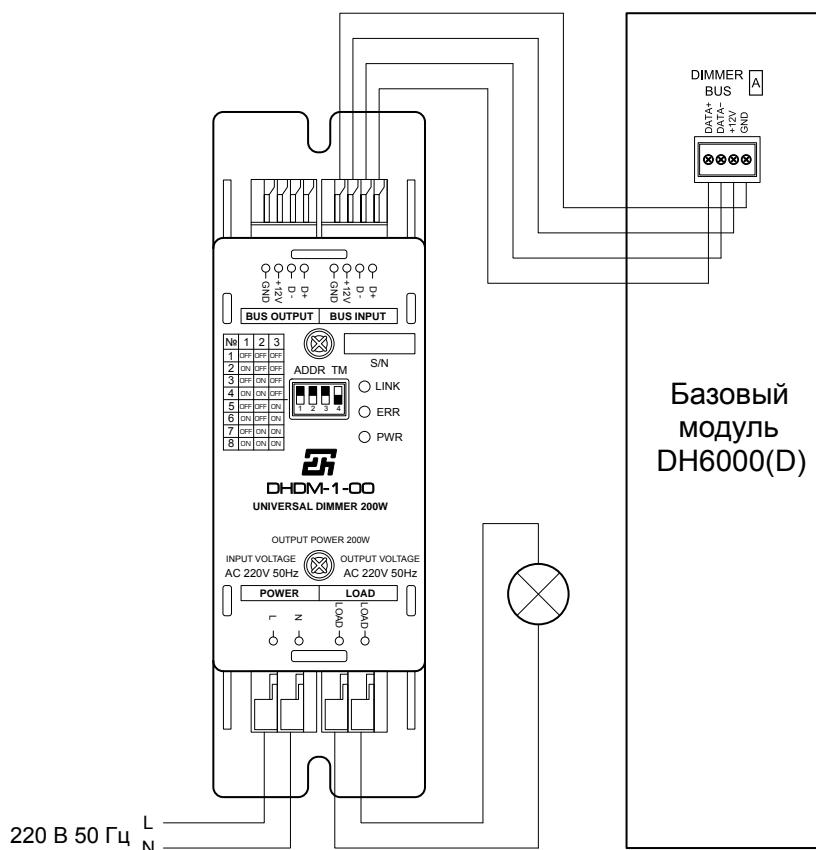
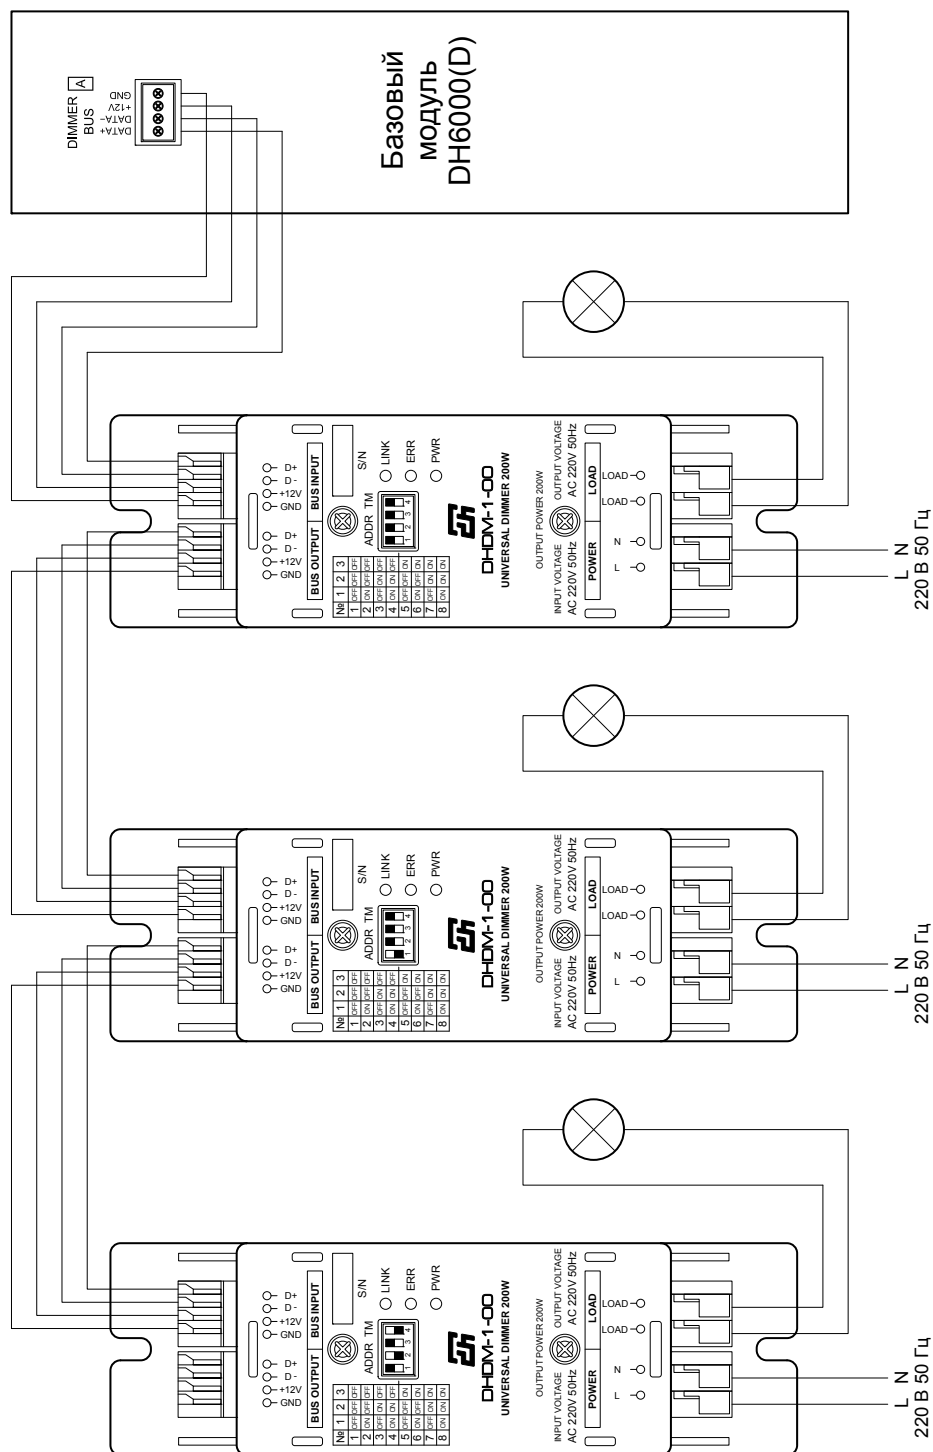

Рис. 1. Схема подключения одного диммера DHDM-1-00
Рис. 2. Схема подключения трех диммеров DHDM-1-00
шине. К шине DIMMER BUS [A] базового модуля можно подключить до 8 диммеров (к шине модуля интерфейса DHDM-4-64(D) не более 4). Все они подключаются последовательно, т.е. вход последующего диммера подключается к выходу предыдущего. У каждого диммера должен быть установлен свой адрес переключателем ADDR. Адреса могут устанавливаться в произвольном порядке. Не допускается использование диммеров с одинаковыми адресами. У самого последнего диммера на шине, движок переключателя ТМ должен быть переведен в положение ON. Этот переключатель подключает к шине терминальный резистор для согласования шины. Для подключения диммера к шине следует использовать кабель UTP с сечением жилы 0,2 мм² (24AWG). Клеммы D+ и D- должны подключаться к одной витой паре. Для подключения диммера достаточно двух витых пар. Максимальное сечение проводов, подключаемых к клеммнику 0,5 мм². Общая протяженность шины диммеров не должна превышать 200 м. Подключение питания и светильников должно осуществляться проводами с сечением не более 1,5 мм². На рис. 1 и рис. 2 приведены примеры подключения одного и нескольких диммеров.